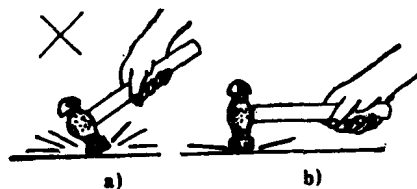

图 1-9 锤子的使用
(4)使用时,以右手拇指、食指和中指为主握住锤柄后端,握柄力要松紧适度,其余两指作为辅助,才能保证锤击时使用灵活。锤击时是靠手腕的运动,眼睛应注视工件,锤头工作面和工件锤击面应平行,才能使锤头平整地打在工件上,如图 1-9 所示。